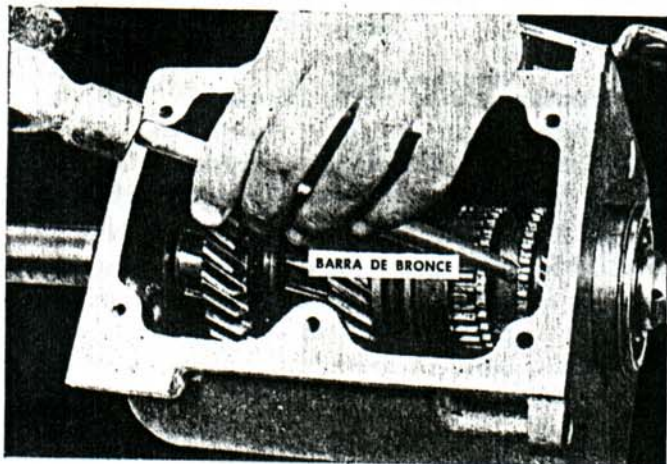

Fig. 93. — Extrayendo el engranaje de mando. Caja importada para "Carabela".
- 6") Sacar el engranaje de mando por la parte delantera de la caja. Golpear contra el engranaje desde el interior con una barra de bronce y un martillo, hasta que el engranaje y cojinete estén libres (Fig. 93).